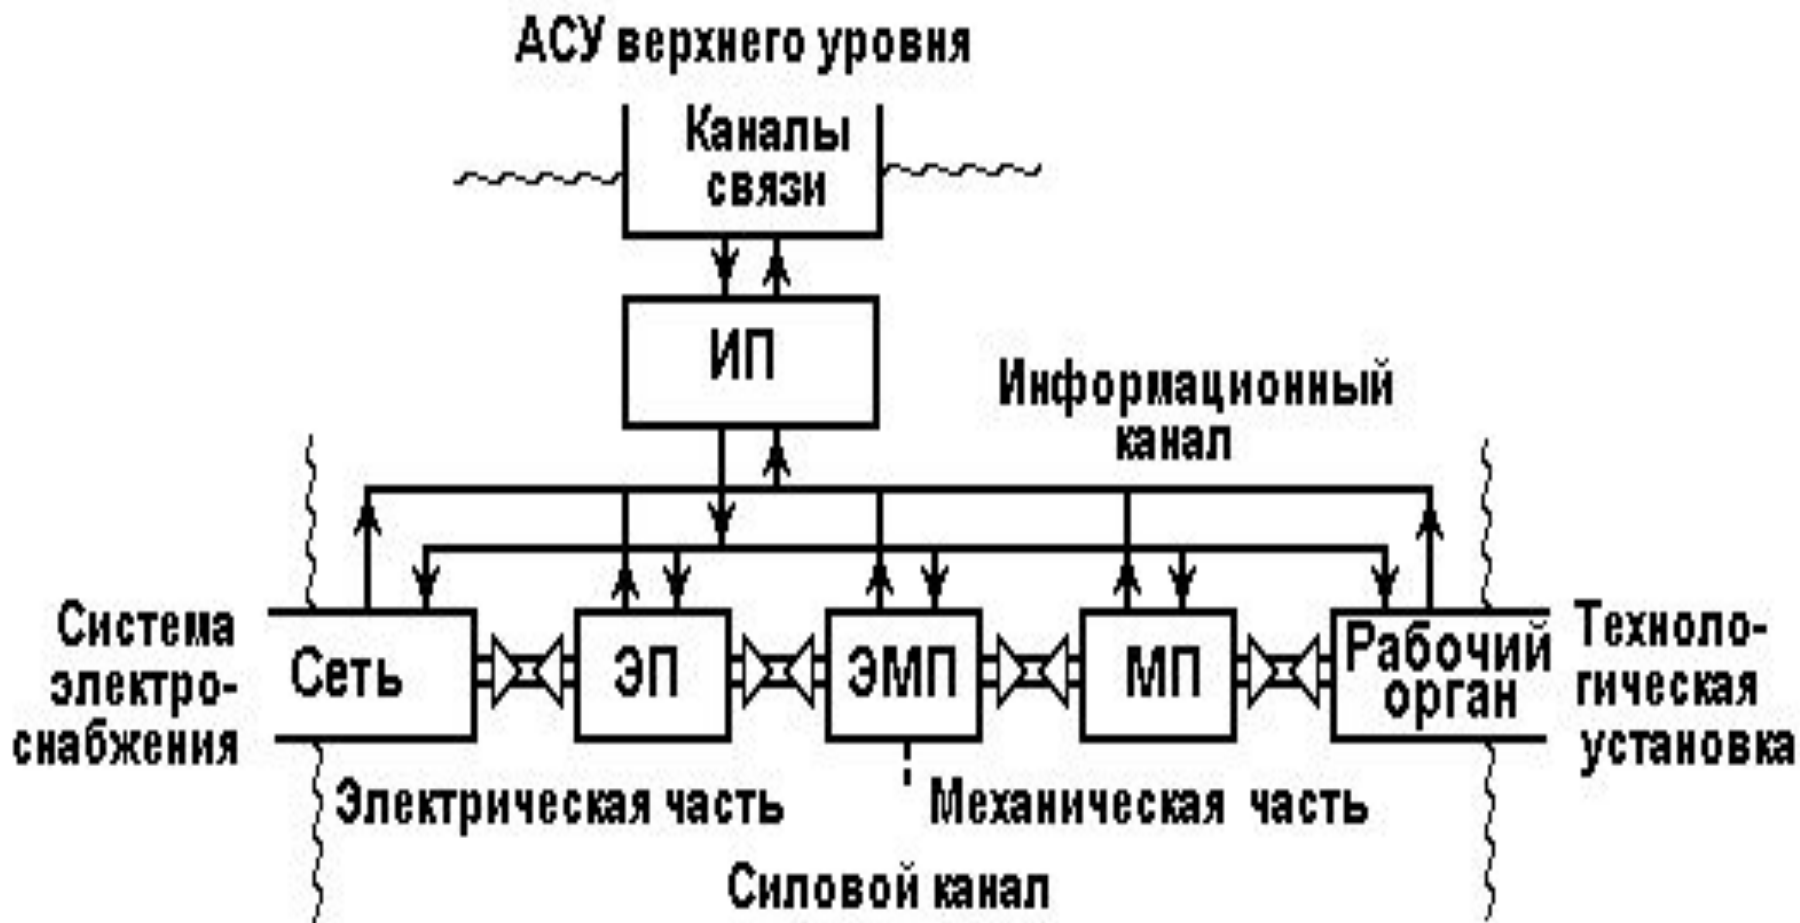

Рис. 1.1. Структурная схема автоматизированного электропривода
**Силовой** обеспечивает преобразование электрической энергии, поступающей из системы электроснабжения, в механическую энергию с параметрами, необходимыми для рабочего органа технологической установки (широкие стрелки на рис. 1.1).